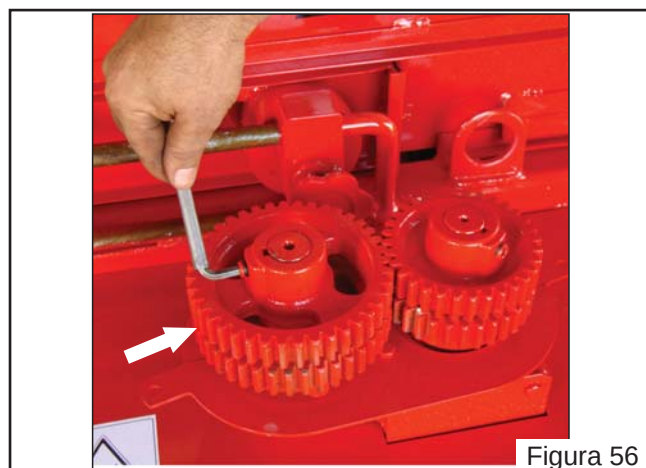

Figura 56
- remova a tampa da caixa de câmbio, solte as engrenagens superiores, soltando os parafuso Allen. (Figura 56);